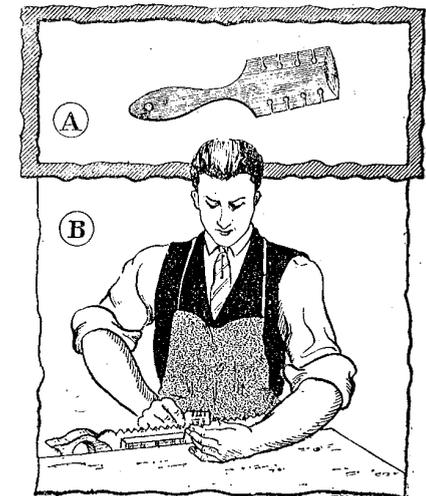
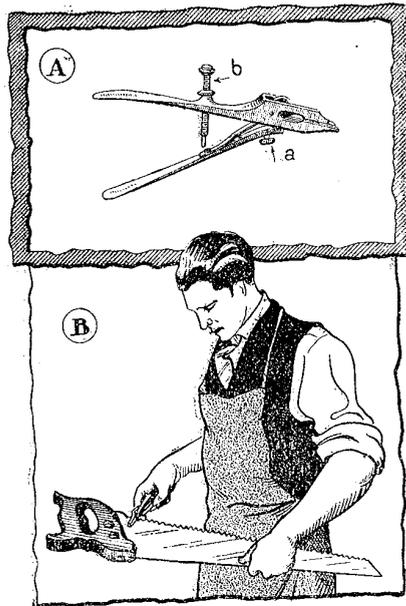
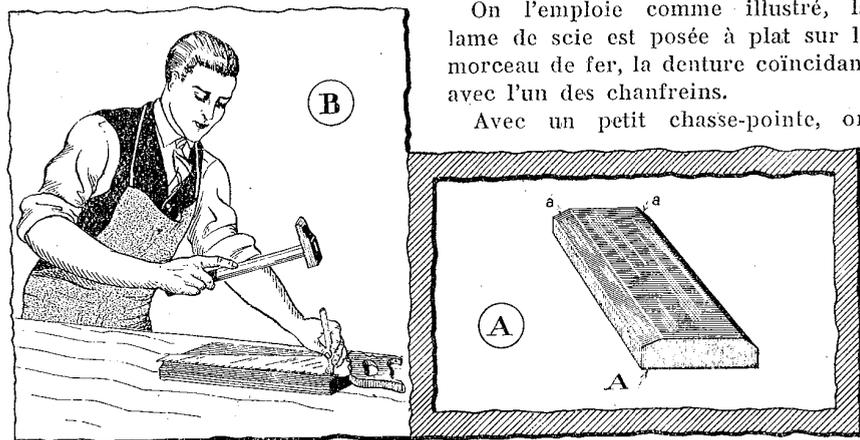

Figure 25
Figure 26
Figure 28
C) Un tourne-à-gauche (fig. 25), sorte de palette en acier offrant un certain nombre d'encoches sur les côtés et un manche de manœuvre. Ces encoches, de largeur variable, s'adaptent à toutes les épaisseurs de lames de scie qu'il faut *avoyer*. Nous verrons quelques lignes plus bas comment employer cet outil, dont il existe une quantité de modèles différents plus ou moins perfectionnés : rainette, tourne-à-gauche à régulateur etc.
Pour l'amateur, non limité par le prix d'achat, il est préférable d'acheter une pince à donner de la voie (fig. 26), dont il existe un grand nombre de modèles différents, et qui, par le jeu des vis à réglage *a* et *b*, permettent de donner régulièrement et rigoureusement la même voie à toutes les dents d'une scie.
Avoyage. — Les dents doivent toutes avoir la même voie ; lorsqu'on se sert d'un tourne-à-gauche, rien ne limite la saillie de chaque dent en dehors du plan de la lame, elle dépend absolument de la force que met l'ouvrier à faire ce travail et il est évident qu'il est très difficile de plier toutes les dents de la même quantité (fig. 25). Avec la pince, au contraire, la voie est toujours la même et l'on obtient un travail extrêmement régulier (fig. 26).
Mais on peut fort bien se contenter de transformer un morceau de bois dur ou un fer plat épais A de 10 mm au maximum, large de 50 mm au moins et mesurant une vingtaine de centimètres au minimum de longueur (fig. 28).
Enfin, le tiers-point est incliné dans un plan horizontal (fig. 26, A), comme l'indique la ligne pointillée *mm'*.
tourne-à-gauche (fig. 25), la pince à donner de la voie (fig. 26), l'un ou l'autre des chanfreins *a* de la pièce A (fig. 28).